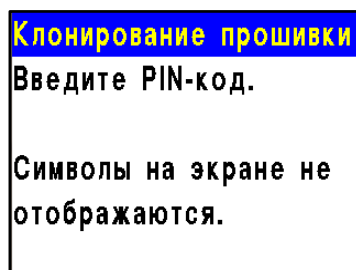

Рисунок 23 - Ввод PIN-кода для запуска клонирования программного обеспечения ППК
2.3.5. Прибор для подтверждения запрашивает pin-код. Необходимо ввести с клавиатуры код **“8266”** (рисунок 23)